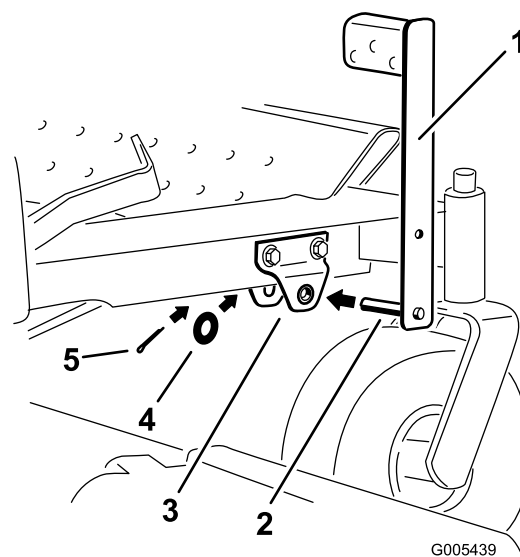

Figure 7
3. Montez la pédale sur les supports avant (Figure 7), en insérant l'axe de la pédale dans les trous des supports avec les bagues à bride.
5. Fixez la pédale avec 2 rondelles plates (dia. int. 17/32") et une goupille fendue (Figure 7).